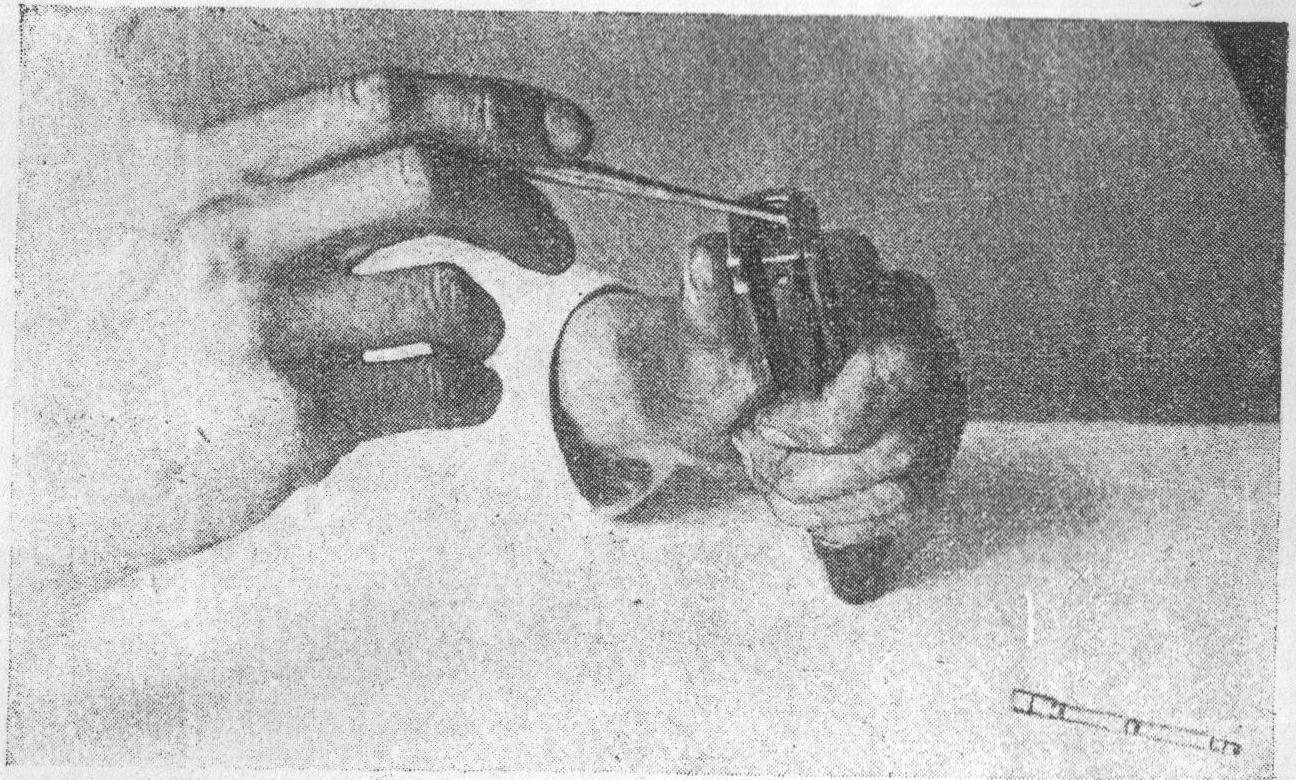

Рис. 15.
мая его к стенке кожуха, в то же время концом отвертки или выколоткой, вставленной в паз выбрасывателя (в задней части кожуха-затвора), выдвинуть его наружу из гнезда (рис. 15).
11. Вложить выбрасыватель в его гнездо в кожухе-затворе, зацепом вперед, таким образом, чтобы задняя часть выбрасывателя была заподлицо с задней частью кожуха-затвора (рис. 15).